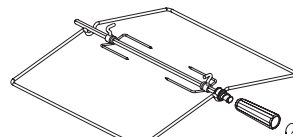
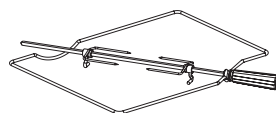

рис. 14
рис. 14.1
1. Плиты могут комплектоваться вертелом различной конструкции, со съемной рукояткой (рис.14). В зависимости от комфортности плиты могут комплектоваться вертелами другого исполнения (рис.14.1). Для вертела (рис. 14, рис.14.1) при установке и извлечении использовать рукоятку, которая накручивается на резьбовую втулку.
Во время приготовления дверца должна быть закрыта, вертела (рис. 14, рис. 14.1) рукоятка должна быть снята.